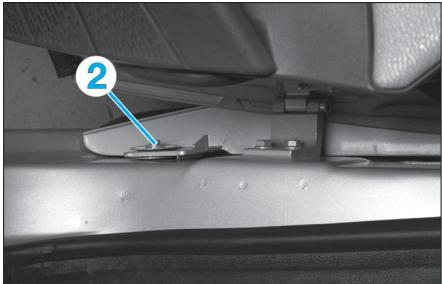

Fig. 24
- Déposer la vis de fixation sur le pied de caisse (2) (Fig.24).